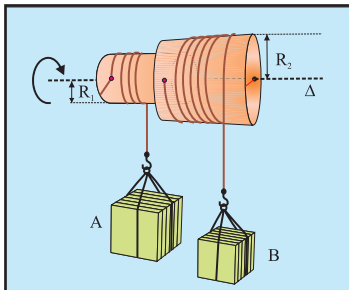

Fig.24
Sur un treuil constitué de deux cylindres coaxiaux de rayons R_1 et R_2 sont enroulés en sens contraire deux fils inextensibles et de masse négligeable. Ils supportent à leurs extrémités respectivement un corps (A) de masse m_1 et un corps (B) de masse m_2 . (Fig 24)